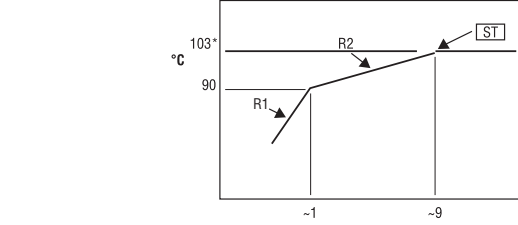

Figure 1, Algorithme UniBlate par défaut
- Par défaut, la température de l'énergie HF est réglée à 103 °C. La modification de la température réglée décale le résultat final de la température réglée à la figure 1 de la différence du nombre de degrés par rapport au réglage par défaut. Par exemple, un point de réglage de 100 °C fera passer le résultat final de la première rampe de 90 °C à 87 °C.